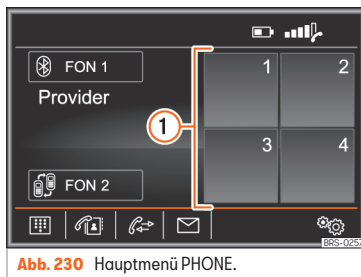

Abb. 230 Hauptmenü PHONE.
Die Kurzwahlkosten » **Abb. 230 ①** können mit jeweils einer Telefonnummer aus dem Telefonbuch belegt werden.